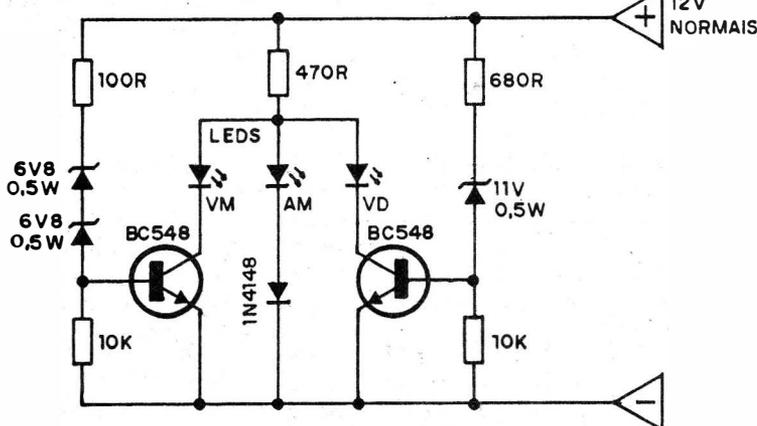
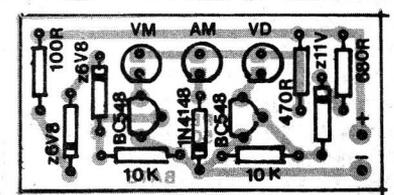
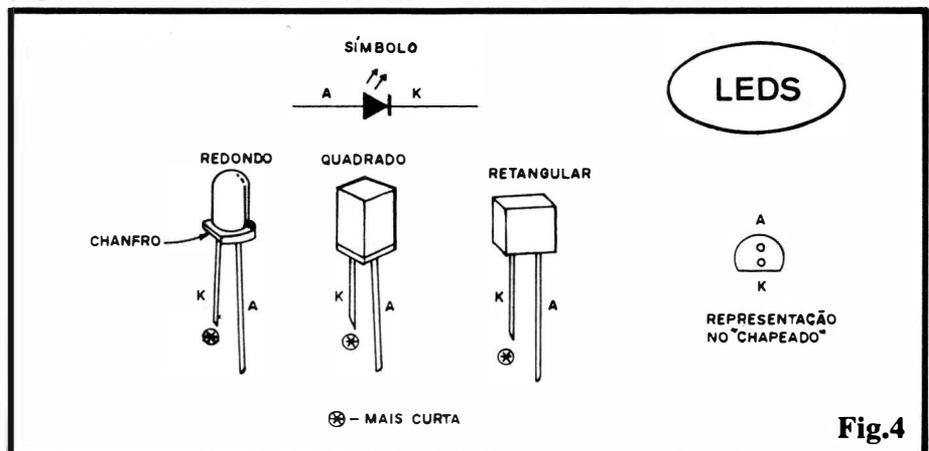

Fig.1
Fig.3
Fig.4
- FIG. 1 - O CIRCUITO - Aproveitando criteriosamente as características de dois transistores super-comuns (admitem diversas equivalências...) tipo BC548, diodos comuns e zener (estes com seus níveis de Tensão rigorosamente determinados...), além dos parâmetros de "queda de voltagem" dos próprios LEDs indicadores (vermelho, amarelo e verde...), um arranjo ao mesmo tempo elementar e preciso
- FIG. 3 - "CHAPEADO" DA MONTAGEM - Ao Leitor iniciante, recomendamos uma pré-leitura atenta às INSTRUÇÕES GERAIS PARA AS MONTAGENS, bem como um acompanhamento ao TABELÃO APE, ambos esses cartões permanentemente "começando" os exemplares de APE (lá junto à página de História em Quadrinhos, sempre...). Voltando à parte prática, a figura mostra agora a plaquinha pela sua face não cobreada (que, no KIT ofertado aos Leitores/Hobbystas pela Concessionária autorizada - ver Anúncios específicos, por aí... - vem inclusive com toda a demarcação em silk-screen, facilitando enormemente a interpretação e montagem...), com todos os componentes devidamente estilizados, identificados pelos seus códigos, valores e parâmetros essenciais... Basta seguir com atenção a figura, inserindo os compo-
- **FIG. 4** - OS LEDs (DETALHES & INFORMAÇÕES) - Conforme "insinua" a LISTA DE PEÇAS, nada impede que o Leitor/Hobbysta criativo exerça seu gosto pessoal no **display**, realizando-o com LEDs redondos, quadrados, retangulares (ou em outros formatos disponíveis...), desde que - forçosamente - as cores sejam as indicadas (vermelho, amarelo, verde...). Nossa recomendação estética é que LEDs redondos, de 5 mm, sejam utilizados, porém reafirmamos: Vocês são "livres" para escolher os formatos... Um ponto, contudo, é fundamental: identificar previamente os terminais dos LEDs em função da sua colocação na placa (ver "chapeado" - fig. 3). De um modo geral, o terminal de **catodo** (K) é o **mais curto** dos dois que os LEDs apresentam... Outro indicativo válido: nos componentes redondos (e mesmo em alguns outros formatos, que - porém - apresentem base redonda...) é frequente que o terminal de **catodo** (K) seja identificado pela presença de um pequeno "chanfro" lateral... Todas essas indicações encontram-se claramente feitas na figura 4... Na ilustração, temos ainda o símbolo esquemático dos LEDs (rever fig. 1) e também a estilização geral adotada para representá-los no "chapeado" (válida para qualquer dos formatos...).